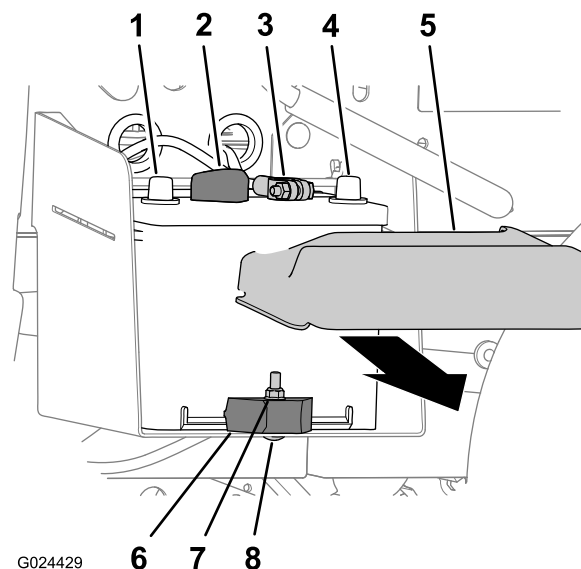

Figura 47
1. Apriete los lados de la tapa de la batería y retire la tapa de la parte superior de la batería (Figura 47).
2. Desconecte el cable negativo de la batería del borne de la batería (Figura 47).
3. Desconecte el cable positivo de la batería del borne de la batería (Figura 47).
2. Retire la contratuerca, el perno de cuello cuadrado y la abrazadera que sujetan la batería a la bandeja de la batería (Figura 47).
3. Retire la batería de su bandeja (Figura 47).
1. Alinee la batería con la bandeja de la batería de la máquina (Figura 47).
Nota: Asegúrese de que los bornes positivo y negativo de la batería están alineados según se muestra en Figura 47.
2. Sujete la batería a la bandeja de la batería con la abrazadera, el perno de cuello cuadrado y la contratuerca (Figura 47).
1. Conecte el cable positivo de la batería al borne de la batería (Figura 47).
2. Conecte el cable negativo de la batería al borne de la batería (Figura 47).
3. Instale la tapa de la batería en la parte superior de la batería (Figura 47).